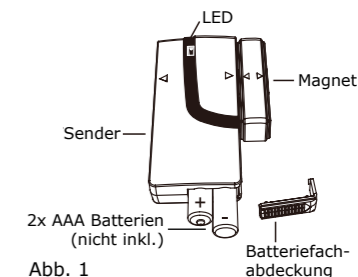

Abb. 1
- Entfernen Sie die Batteriefachabdeckung, beachten Sie beim Einlegen der neuen Batterien die korrekte Polarität (siehe Abb.1) und schließen Sie die Abdeckung. (Es werden 2 AAA-Batterien benötigt).